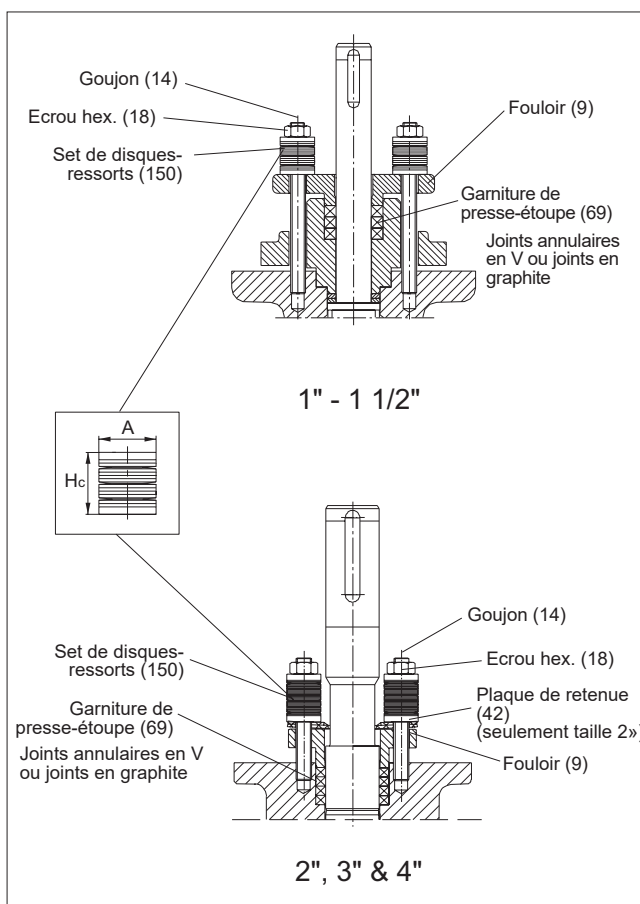

Fig. 14 Joint de presse-étoupe
- Enlever la clavette (10).
- Enlever les écrous (18), les sets de disques-ressorts (150), un goujon (14) les plaques de retenue (42, taille 2» seulement) et le fouloir (9).
- Dégager les joints annulaires (69) de l'axe (5) avec un couteau ou tout autre outil approprié. Veiller à ne pas endommager les surfaces de l'axe et de la boîte d'étanchéité. Prière de noter que l'anneau de butée (67) est susceptible de sortir lors de l'extraction de la garniture dans la construction GA (5e signe du code de type). Il faudra alors le remettre en place lors de l'installation de la nouvelle garniture.
- Engager les nouveaux joints annulaires (69) sur l'axe (5). Le fouloir (9) pourra être utilisé pour les pousser. Attention à ne pas endommager la rainure de l'axe. Se référer à la figure 14 pour l'orientation correcte. Revisser le goujon enlevé.
- Retirer les écrous et un goujon, remettre en place les plaques de retenue (42, seulement taille 2») et le goujon, et engager les sets de disques-ressorts (150) sur les goujons. Visser les écrous (18) jusqu'à ce que les disques soient comprimés à la hauteur Hc (cf. tableau 1). Verrouiller les écrous avec un frein filet, p. ex du Loctite 221. Cf. figure 14.